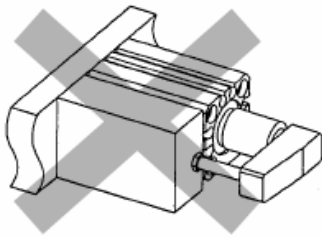

図1
- ① シリンダは必ず垂直に取り付けて使用してください。(図1)
クランプアームをピストンロッドへ着脱する際は、シリンダ本体を固定せず、アームをスパナ等で保持してボルトを締付、または緩めてください。(図1)